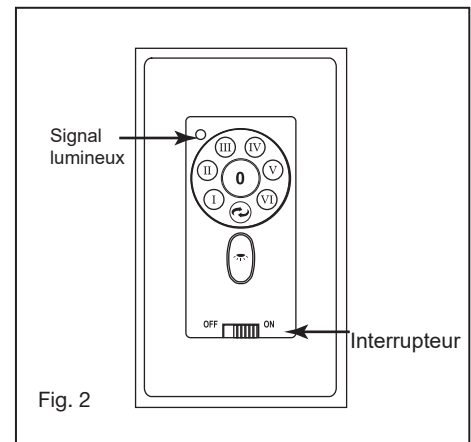

Fig. 2
- 3 Fixez l'ensemble de lame au moteur avec les vis fournies et les rondelles de blocage. Répétez la procédure pour les autres lames (Fig. 2). Assurez-vous que les vis sont **SERRÉES**! Des vis de moteur desserrées peuvent contribuer à un ronflement inutile pendant le fonctionnement
- 4 Installez l'émetteur mural sur la boîte murale existante à l'aide des vis fournies. Fixez la plaque murale avec les vis de montage pour terminer l'installation. (Fig.2)
- 7 Signal lumineux (Fig.2)6)